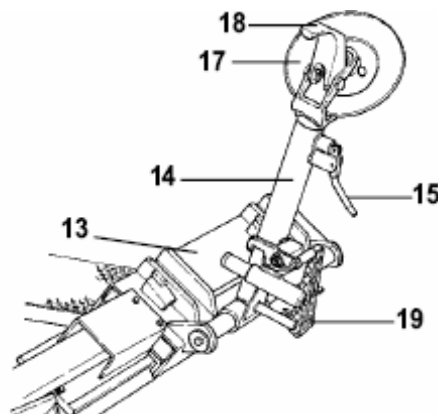

Рисунок 8
- *Рычаг 15*, (рис.8), который позволяет переводить кронштейн снимающего рычага покрышки 14, (рис.8) из рабочего в нерабочее положение и обратно.
- *Ручка 19*, (рис.8), которая позволяет использовать либо отжимной ролик 17, (рис.8), либо снимающий рычаг 18, (рис.8).